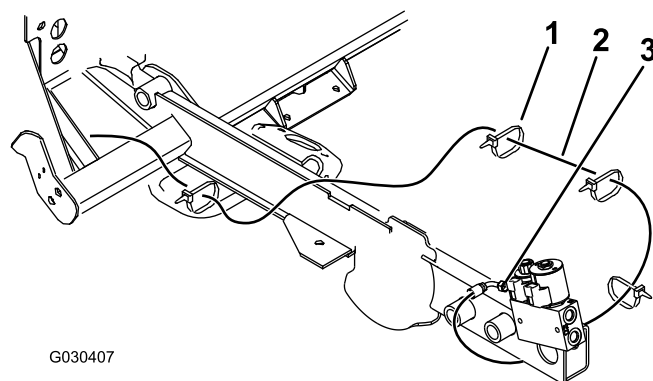

Bild 20
8. Führen Sie den langen Schlauch unter dem Kühlerrahmen durch, dann über den Rahmenquerträger und entlang der Rahmenschiene bis zum Ventil (Bild 20).
9. Befestigen Sie den langen Schlauch mit 4 Kabelbinden (Bild 20).